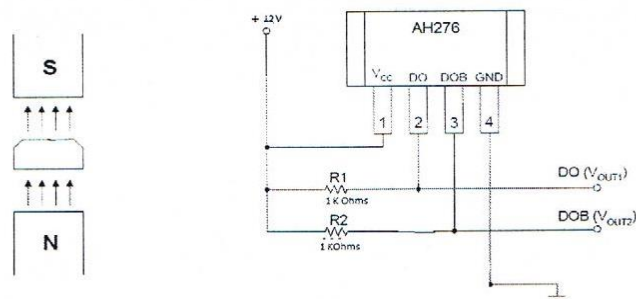

Figure 3 : schéma de câblage du circuit de mesure
4.1- Réaliser le montage de la figure 3